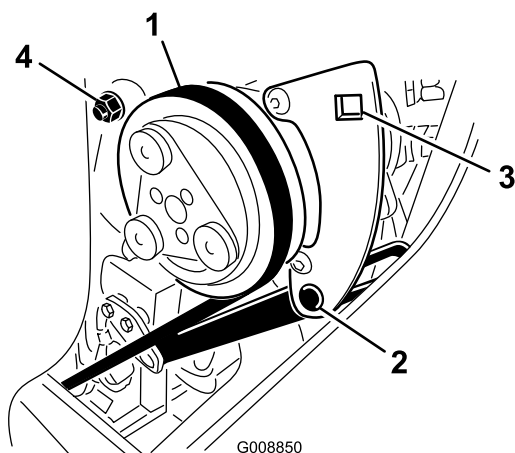

Bild 81
1. Lösen Sie die Drehschraube und die Einstellschraube des Kompressors (Bild 81).
2. Setzen Sie einen Schraubenschlüssel in das rechteckige Loch in der Kompressorhalterung ein (Bild 81).